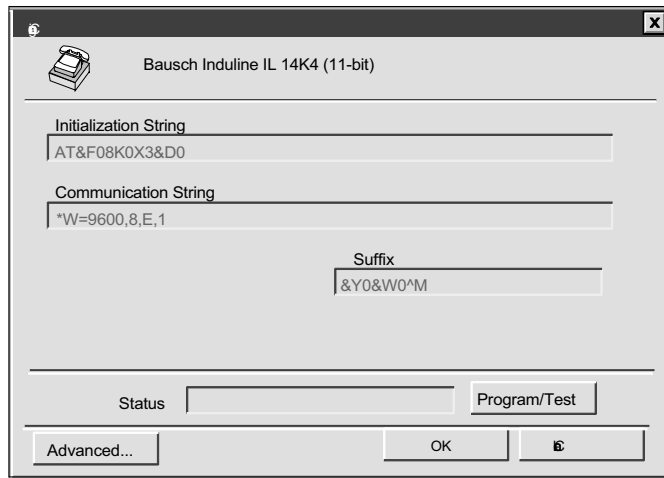

图 7-15 远程调制解调器配置
4. 出现配置 (Configure) 对话框 (图 7-15)。如果正使用预定义的调制解调器，在该对话框中没有可以修改的区域。如果不是使用预定义的调制解调器，必须输入 AT 命令串启动你的调制解调器。请参考你的调制解调器说明书。